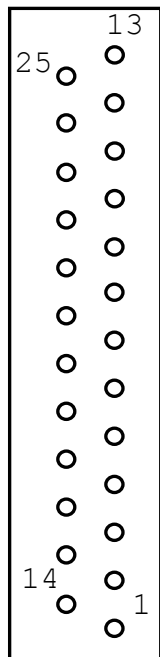

Рис.20
10.2.2. Для соединения с платой P1032 на плате используются 25-ти контактный разъём типа CANON, рис.20. Разводка разъёма приведена в табл.14.